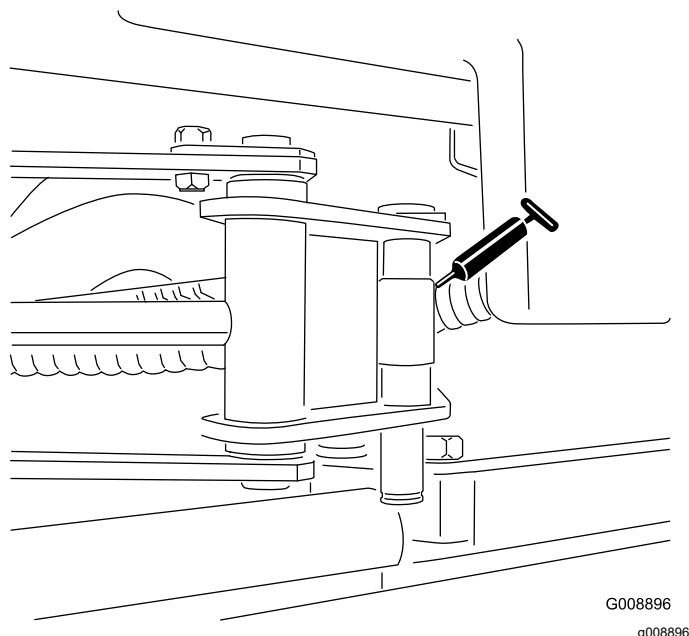

Рисунок 33
- Два торца цилиндров SideWinder (Рисунок 33)